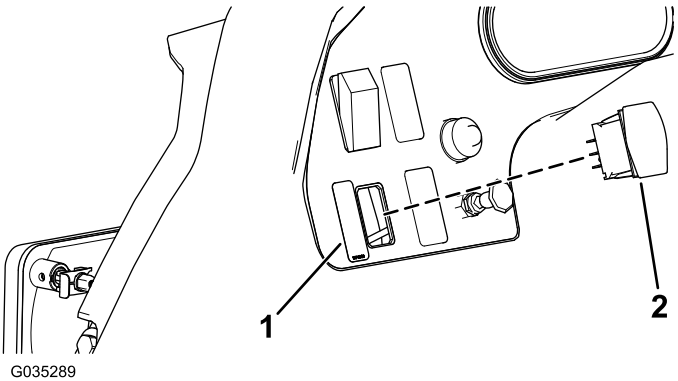

Figura 8
2. Inserte el interruptor basculante en la abertura y coloque la pegatina de la luz de trabajo a la izquierda del interruptor basculante (Figura 8).